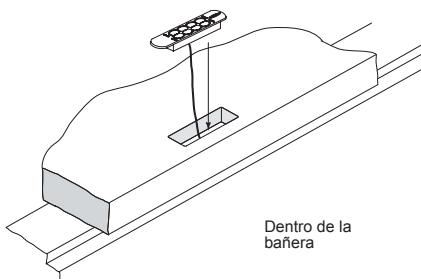

Figura 7 - Panel de control
- 5 Baje el panel de control hacia el recorte y presione con firmeza para incrustar el adhesivo (Figura 7).